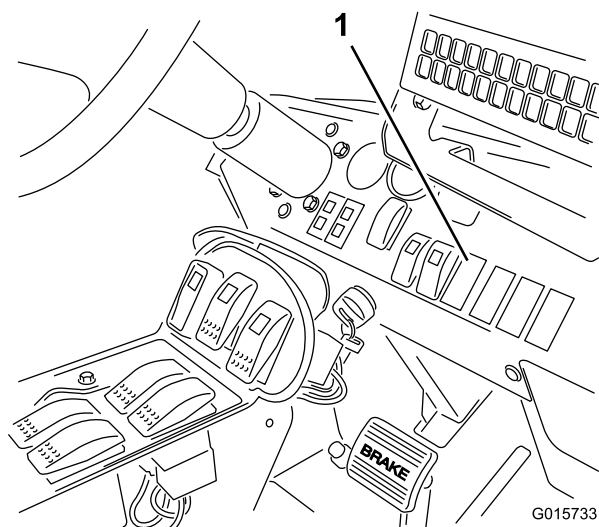

Figura 18
2. Rimuovete lo spinotto del cablaggio dell'interruttore sul cruscotto nella posizione mostrata in Figura 18.